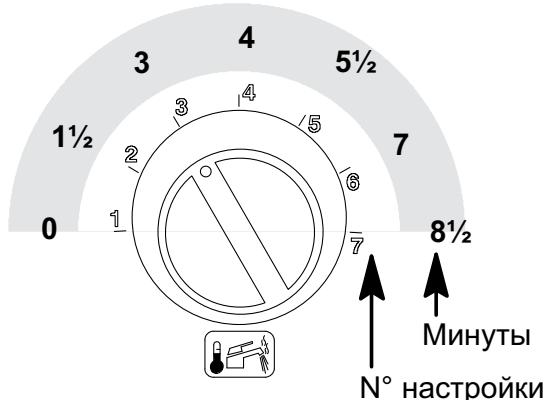
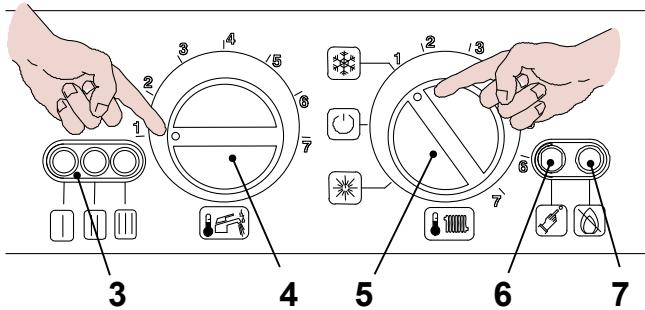
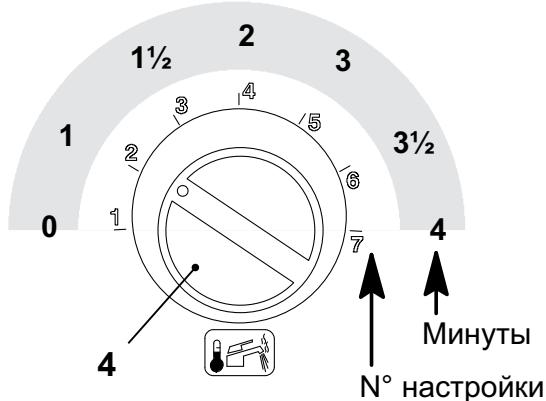

рис. 5.26
рис. 5.27
рис. 5.29
- Чтобы задать время повторного включения, сигнальные лампы 3 в рис. 5.27 должны выглядеть, как в рис. 5.25 (условные обозначения сигнальных ламп даны на 7)
- Если такая последовательность не появляется, нажмите кнопку перезагрузки 6 в рис. 5.27 пока не появится соответствующее окно.
Чтобы просмотреть заданные параметры, нажмите и придержите кнопку перезагрузки 6 в рис. 5.27 в течение 5 секунд. Сигнальные
лампы 3 в рис. 5.27 вспыхнут количество раз, соответствующее настройке (рис. 5.26).
- Чтобы изменить настройку, поверните регулятор температуры сантехнической воды 4 в рис. 5.27 и установите его на желаемое время рис. 5.26 (на рисунке регулятор установлен в положение для повторного включения через 3 минуты), сигнальная лампа блокировки 7 в рис. 5.27 быстро мигает.
бойлер с помощью двухполюсного выключателя; сигнальная лампа 3 в рис. 5.27 будет мигать с интервалом в 4 секунды.
- Поверните переключатель 5 как показано на рис. 5.27 ; сигнальная лампа 3 будет мигать с интервалом в 2 секунды.
- Удерживайте нажатой кнопку перезагрузки 6 в рис. 5.27 в течение 10 секунд, лампа блокировки 7 в рис. 5.27 начинает мигать.
- Чтобы настроить время пост-циркуляции насоса, сигнальные лампы 3 в рис. 5.27 должны выглядеть, как на рис. 5.28 (условные обозначения сигнальных ламп даны на стр. 7)
- Если такая последовательность не появляется, нажмите кнопку перезагрузки 6 в рис. 5.27 пока не появится соответствующее окно (1 раз).
Чтобы пересмотреть заданные параметры, нажмите и придержите кнопку перезагрузки 6 в рис. 5.27 в течение 5 секунд. Сигнальные лампы 3 в рис. 5.27 вспыхнут количество раз, соответствующее настройке (рис. 5.29).
4 в рис. 5.27 и установите его напротив заданного времени рис. 5.29 (в примере регулятор установлен на пост-циркуляцию в одну минуту), сигнальная лампа блокировки 7 в рис. 5.27 быстро мигает.
Чтобы внести в память настройку, нажмите кнопку перезагрузки 6 в рис. 5.27 в течение 5 секунд, сигнальные лампы 3 в рис. 5.27 вспыхнут все вместе и будут мигать, см. рис. 5.30 (условные обозначения ламп на стр. 7)